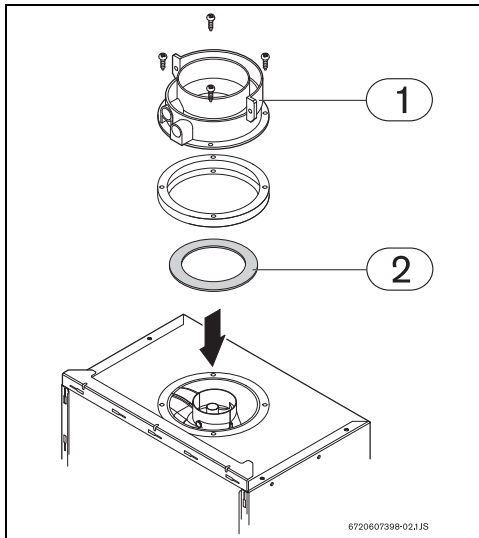

Fig. 6 Diafragma
Dependiendo del tipo de salida y de las condiciones de instalación, se deberá colocar un diafragma (→Fig. 6) debajo del adaptador (→Tab. 8 y Tab. 9).
- ▶ Aflojar los tornillos de fijación del adaptador (→Fig. 6, [1]).
- ▶ Colocar el diafragma (→Fig. 6, [2]) entre el adaptador y el aparato.
- ▶ Volver a fijar el adaptador al aparato con los 4 tornillos (→Fig. 6, [1]).